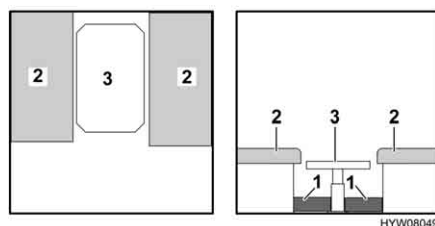

Fig. 61 Durante la trasformazione
- Trasformare il tavolo (Fig. 61,3) in struttura di supporto letto (vedi paragrafo 6.9).